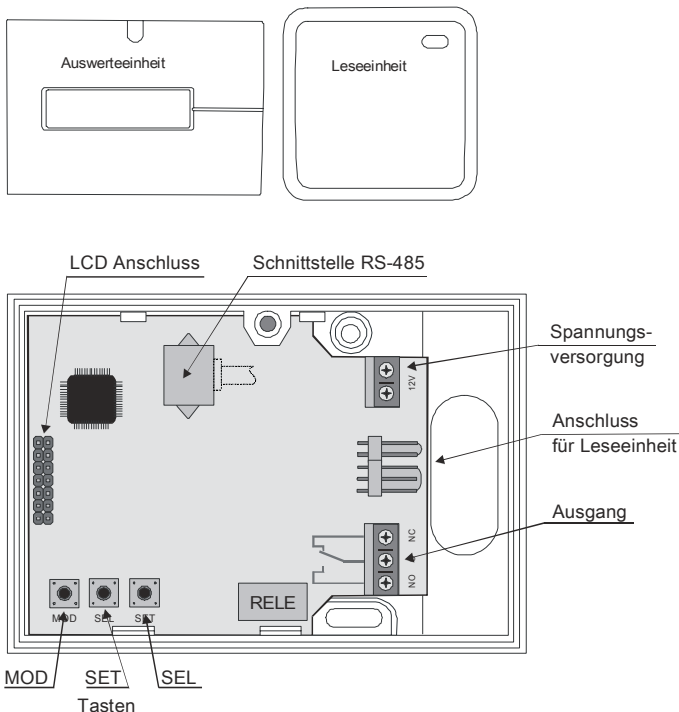

Abbildung 1
- Ziehen Sie ein LCD aus dem Bedienteil – das Display ist mit einem Stecker befestigt (siehe Abb. 1).
- Schließen Sie das Lesegerät an (siehe Abb. 1).